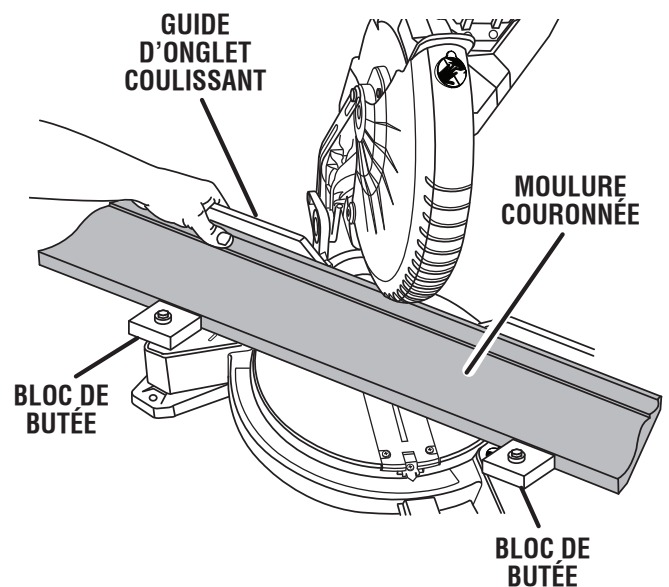

Fig. 36
- Maintenir la moulure, comme illustré à la Fig. 36, en posant la main sur le guide longitudinal et la moulure.